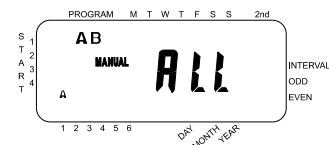

Ilustración 9: Riego semiautomático para las estaciones asignadas a los programas A y B
- Haga girar el dial a AUTO luego oprima la tecla MANUAL. La pantalla mostrará "AB", "MANUAL" y "ALL" aparecerá intermitente [vea la ilustración 9]. Esto indica que todas las cuatro o seis estaciones en los programas A y B regarán de una manera semiautomática durante los períodos asignados en secuencia.